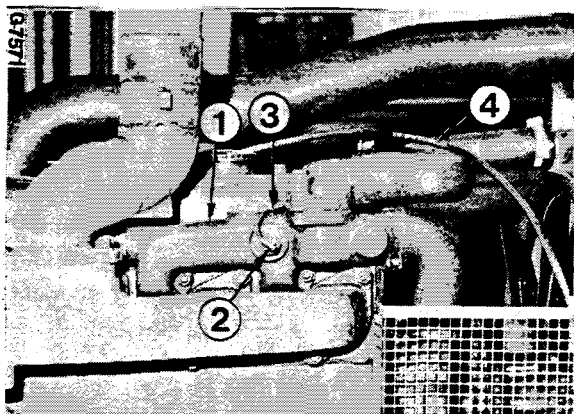

Figure 76
La sonde de température (2, Fig. 76) transmet la température du liquide de refroidissement au thermomètre placé dans l'indicateur combiné. En cas de défaut de lecture à l'instrument, vérifiez en premier lieu le branchement des fils (3) et leur bon isolement. Remplacez la sonde de température (2) si elle est défectueuse.